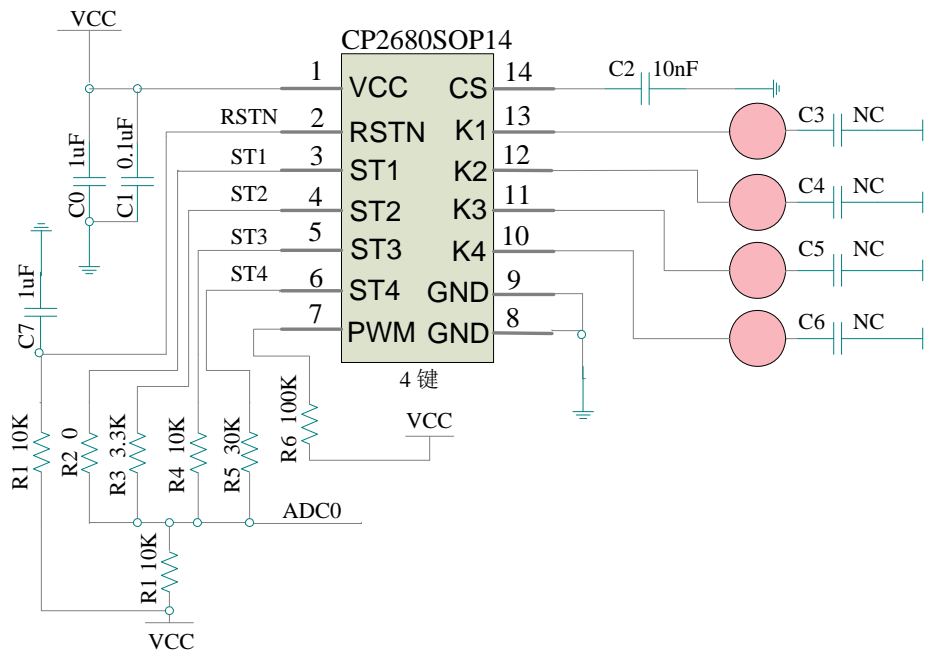
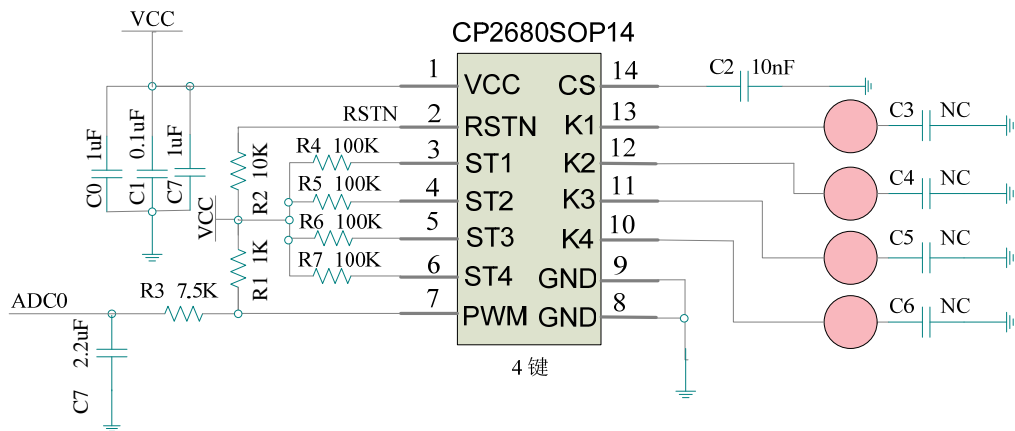

图 3 4 键模拟量电路图
图 4 PWM 方式模拟量输出电路图
- 3、不用的状态口，用 100K 电阻上拉到高电平，减小功耗，如图 3、图 4。